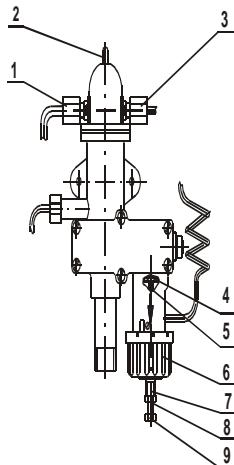

**Рис. 1 Аппарат комбинированный (отопительный) газовый бытовой Эконом**
4.2. Блок автоматики 10 (Рис.1) представляет собой электромеханическое устройство и состоит из корпуса блока, внутри которого находятся клапаны и система рычагов, электромагнита, и служит для подачи газа к запальнику и горелке, регулирования температуры воды и автоматического отключения подачи газа при:
4.3. Тягопрерыватель 1 (Рис.1) предназначен для автоматической стабилизации величины разрежения в топке аппарата, т.е. уменьшения влияния колебания величины разрежения в дымоходе на тягу в топке аппарата. Для успешной работы дверца тягопрерывателя 2 (Рис.1) должна легко вращаться на оси.
4.4 Автоматика регулирования температуры воды состоит из узла "сильфон-термобаллон" 6 (Рис.1), установленного внутри бака аппарата и системы рычагов с клапаном, расположенных в блоке автоматики. На корпусе блока закреплена гайка регулировочная 6 (Рис.2), вращая
4.5. Автоматика по тяге состоит из датчика тяги 4 (Рис.1), укрепленного на крышке бака и кабеля 8, соединяющего датчик тяги с коробкой магнитной.
5.4. Открывайте кран газовый 11 (Рис.1) перед горелкой только при горящем запальнике. В случае погасания пламени на запальнике и горелке перед повторным зажиганием проветрите помещение.
кофух 3 (Рис.1) не должен касаться биметаллической пластины датчика тяги.
6.8. Установите аппарат вертикально, и проверьте вертикаль по уровню. Установите щиток 15 (Рис.1) в нижней части бака.
6.9. Установите на аппарат тягопрерыватель 1 (Рис.1), обеспечив его
строго вертикальное положение. Конец дверцы тягопрерывателя 2 (Рис. 1) не должен выступать наружу и должен отклоняться от номинального положения внутрь тягопрерывателя не более чем на 1-2 мм. Дверца тягопрерывателя должна легко вращаться на оси. Кожух 3 (Рис.1) не должен касаться биметаллической пластины датчика тяги 4 (Рис.1).
6.11. Заполните патрубок для установки термометра 5 (Рис.1) машинным или автомобильным маслом (объем заливаемого масла  $\sim 15$  см3).